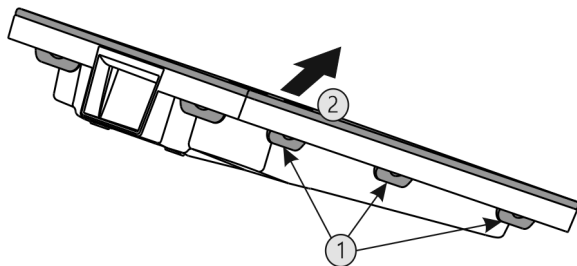

Fig. 50
- Appuyer sur toutes languettes Fig. 50 (1) l'une après l'autre et enlever le couvercle Fig. 50 (2).